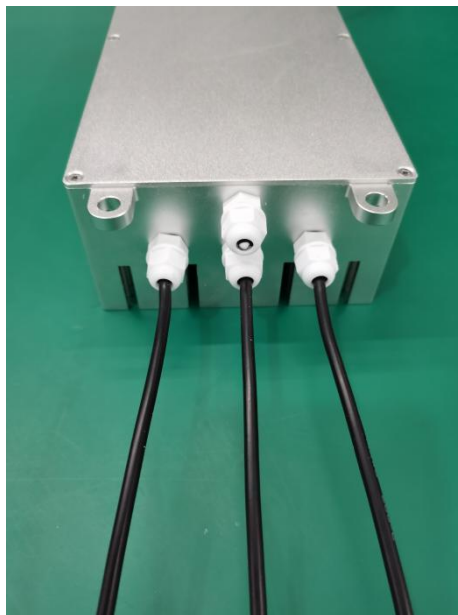

图 2 电调三相输出线
2.1 电调三相输出线：上图 2 中 3 条黑色 12AWG 的硅胶线是连接直流无刷电机的三相输出线。